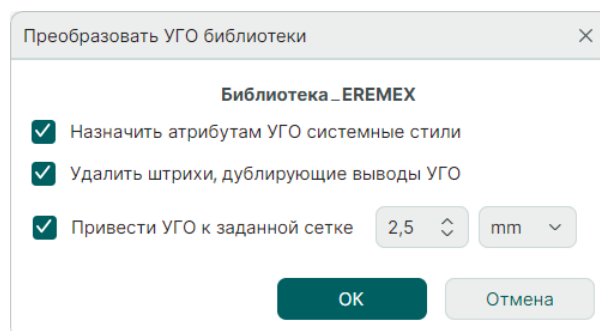

Рис. 12 Окно «Преобразовать УГО библиотеки»
3. В окне «Преобразовать УГО библиотеки» при необходимости измените установки по умолчанию, см. Рис. 12.